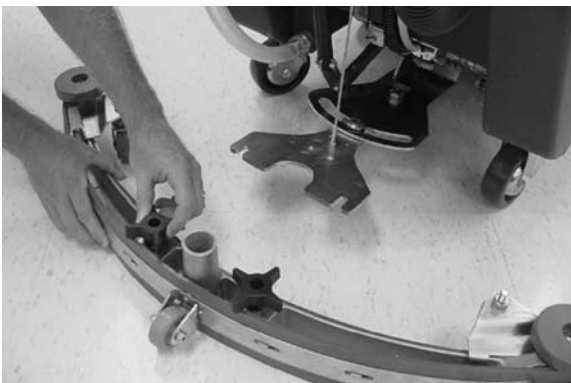

FIG. 4
3. Desserrez les deux molettes qui se trouvent sur le bloc racloir et faites glisser le racloir dans les fentes de la bride de fixation du racloir. (Figure 4)